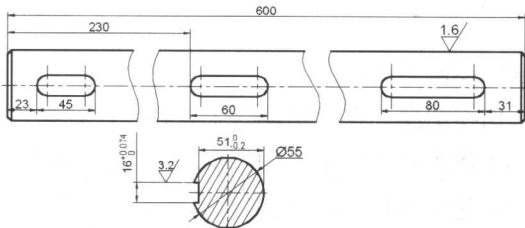

图 1.1.27 创建表面粗糙度标注 (二)
(2) 添加如图 1.1.27 所示的表面粗糙度标注。
① 选择下拉菜单 **插入(I) → 块(B)** 命令, 在“插入”对话框的 **名称(N):** 下拉列表中选择“粗糙度符号”, 单击 **确定** 按钮后, 在绘图区选取一点作为插入点, 按回车键结束操作。
② 分解表面粗糙度符号。选择下拉菜单 **修改(M) → 分解(O)** 命令, 选取步骤①插入的表面粗糙度符号为分解对象, 按回车键结束操作。
③ 双击表面粗糙度值 3.2, 在弹出的文字输入窗口中选中 3.2 后输入 1.6, 单击“文字格式”工具栏中的  按钮。